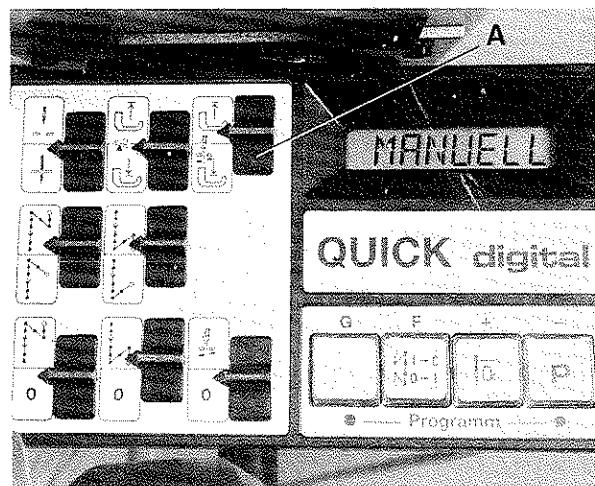

Fig.14
- 4.3 Move selector switch (A, Fig. 14) on motor operator panel down and up again and the tape is fed automatically under the presser foot.
- 4.3 Schieben Sie den Wahlschalter (A, Fig. 14) am Motor-Bedienfeld nach unten und wieder nach oben und das Band wird automatisch unter den Drückerfuß transportiert.